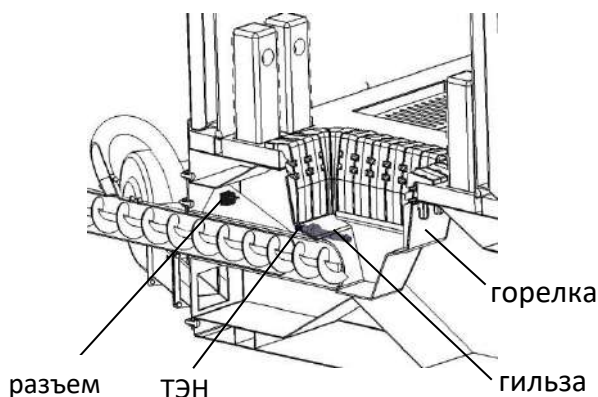

Рис. 7
- в) Авторозжиг топлива (Конструктивные изменения, заказывается при приобретении котла) (Рис.7).
- г) GSM модуль. (Рис.7).